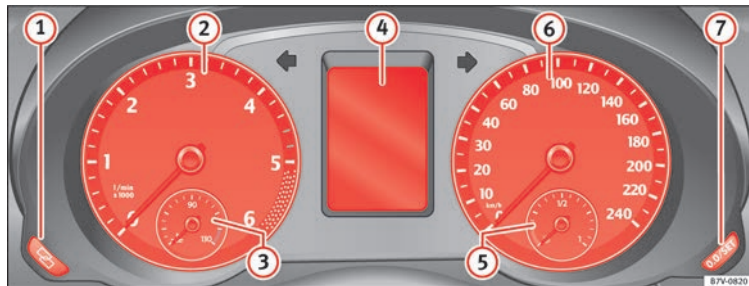

Abb. 118 Display des Kombi-Instrumentes in der Instrumententafel.
» Abb. 118:
① Stelltaste für die Uhr¹⁾
- Für weitere Einstellungen drücken Sie die Taste » Abb. 118 ⑦. Zum Schnelldurchlauf gedrückt halten.
② Drehzahlmesser (Umdrehungen Tausend pro Minute des laufenden Motors).
Der Drehzahlmesser bietet Ihnen gemeinsam mit der Schaltanzeige die Möglichkeit, den Motor Ihres Fahrzeugs in einem geeigneten Drehzahlbereich zu fahren. Der Beginn des roten Bereichs » Abb. 118 weist auf die maximale Motordrehzahl bei Betriebstemperatur hin. Vor Erreichen dieses Bereichs sollte in den nächsthöheren Gang geschaltet oder
Im Display des Kombiinstruments » **Abb. 118**  können je nach Fahrzeugausstattung verschiedene Informationen angezeigt werden:
»» **Abb. 118** ④.